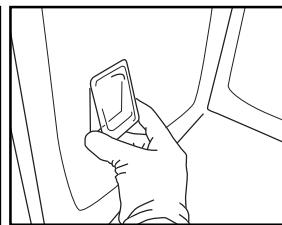

Fig.9
5. Sæt lampeglasset på igen, og tryk det imod ovnvæggen, indtil det klikker på plads (fig. 9).